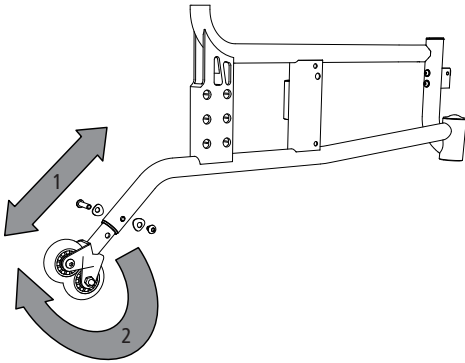

Abb. 47
1. Lösen Sie hierzu die Verschraubung und teleskopieren Sie die Antikippräder mit einem möglichst geringen Bodenabstand. Im Anschluss fixieren Sie die Verschraubung wieder (1, Abb. 47).
2. Bei Bedarf, wenn der Abstand zwischen den Antikipprollen und dem Boden zu gering ist, können Sie die Antikippräder auch um 180° drehen, so dass diese nach oben zeigen (2, Abb. 47).